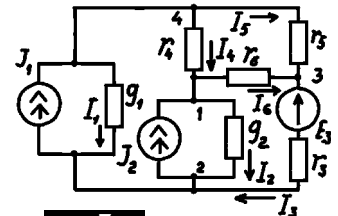

рис. 7
7. Для схеми **рис. 7** визначити струми методом вузлових потенціалів. Дані струми і внутрішні провідності генераторів струму відповідно першого і другого:  $J_1=50 \text{ мА}$ ,  $g_1=0,0001 \text{ См}$ ,  $J_2=60 \text{ мА}$ ,  $g_2=0,0005 \text{ См}$ , е.р.с. генератора напруги  $E_3=270 \text{ В}$ , опори  $r_3=1 \text{ кОм}$ ,  $r_4=2 \text{ кОм}$ ,  $r_5=7,5 \text{ кОм}$ ,  $r_6=3 \text{ кОм}$ . (8 оч.)